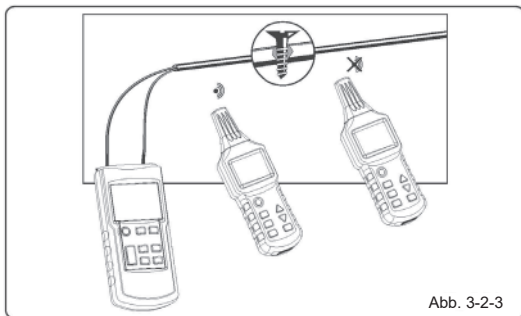

Abb. 3-2-3
2. Schließen Sie den Transmitter gemäß Abb. 3-2-3 an.